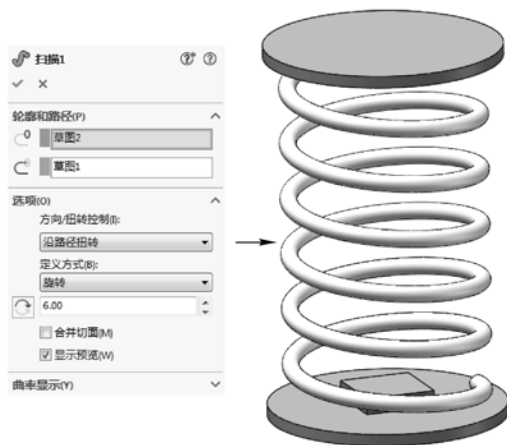

图 5-51 创建弹簧零件
STEP 2 在装配环境下，直接单击“装配”工具栏中的“新零件”按钮，创建与两个挡板关联的草图，再使用“扫描”命令，创建出弹簧零件，如图 5-51 所示（弹簧截面的直径为 7mm）。